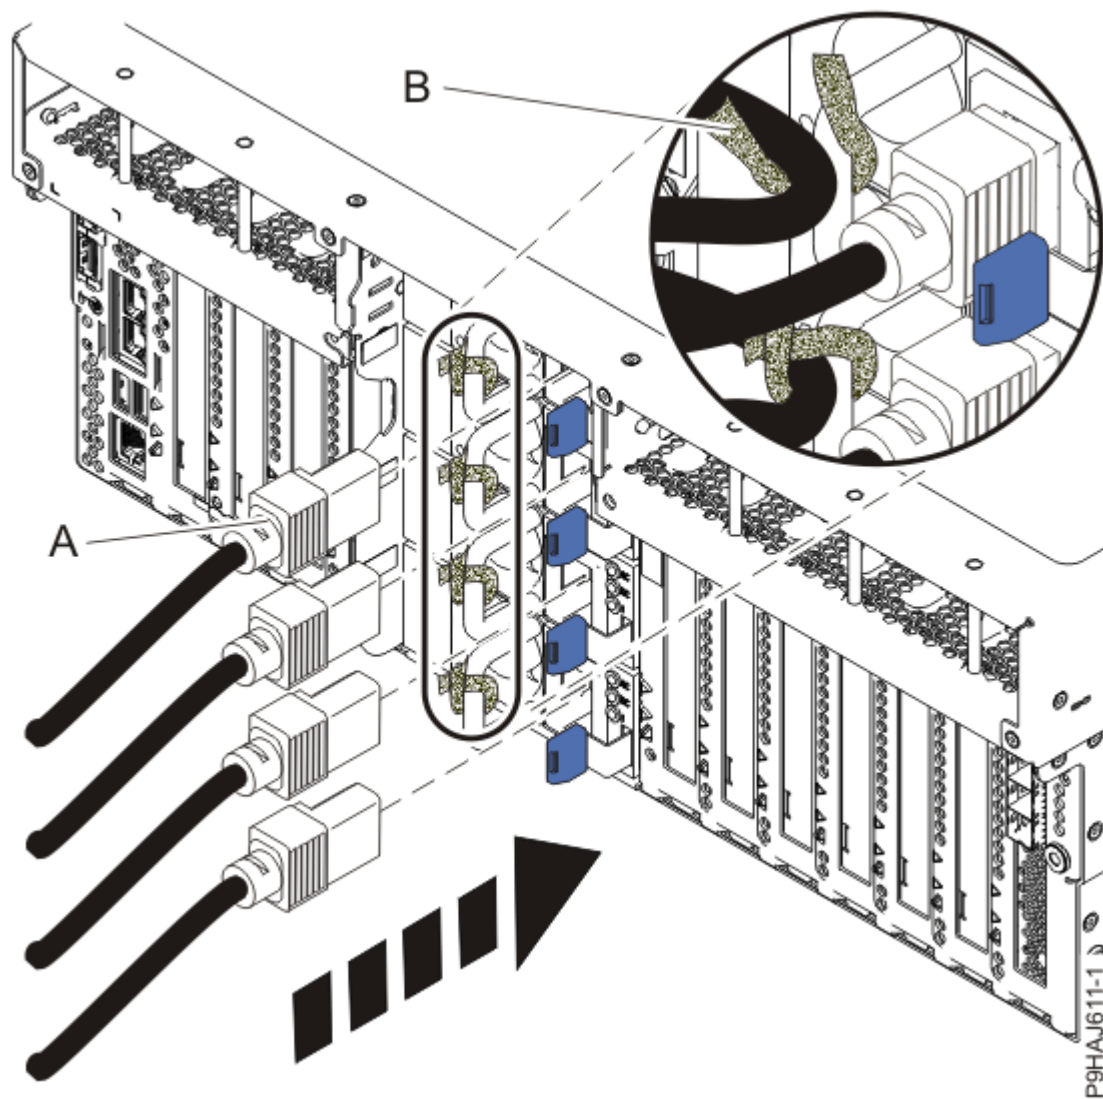
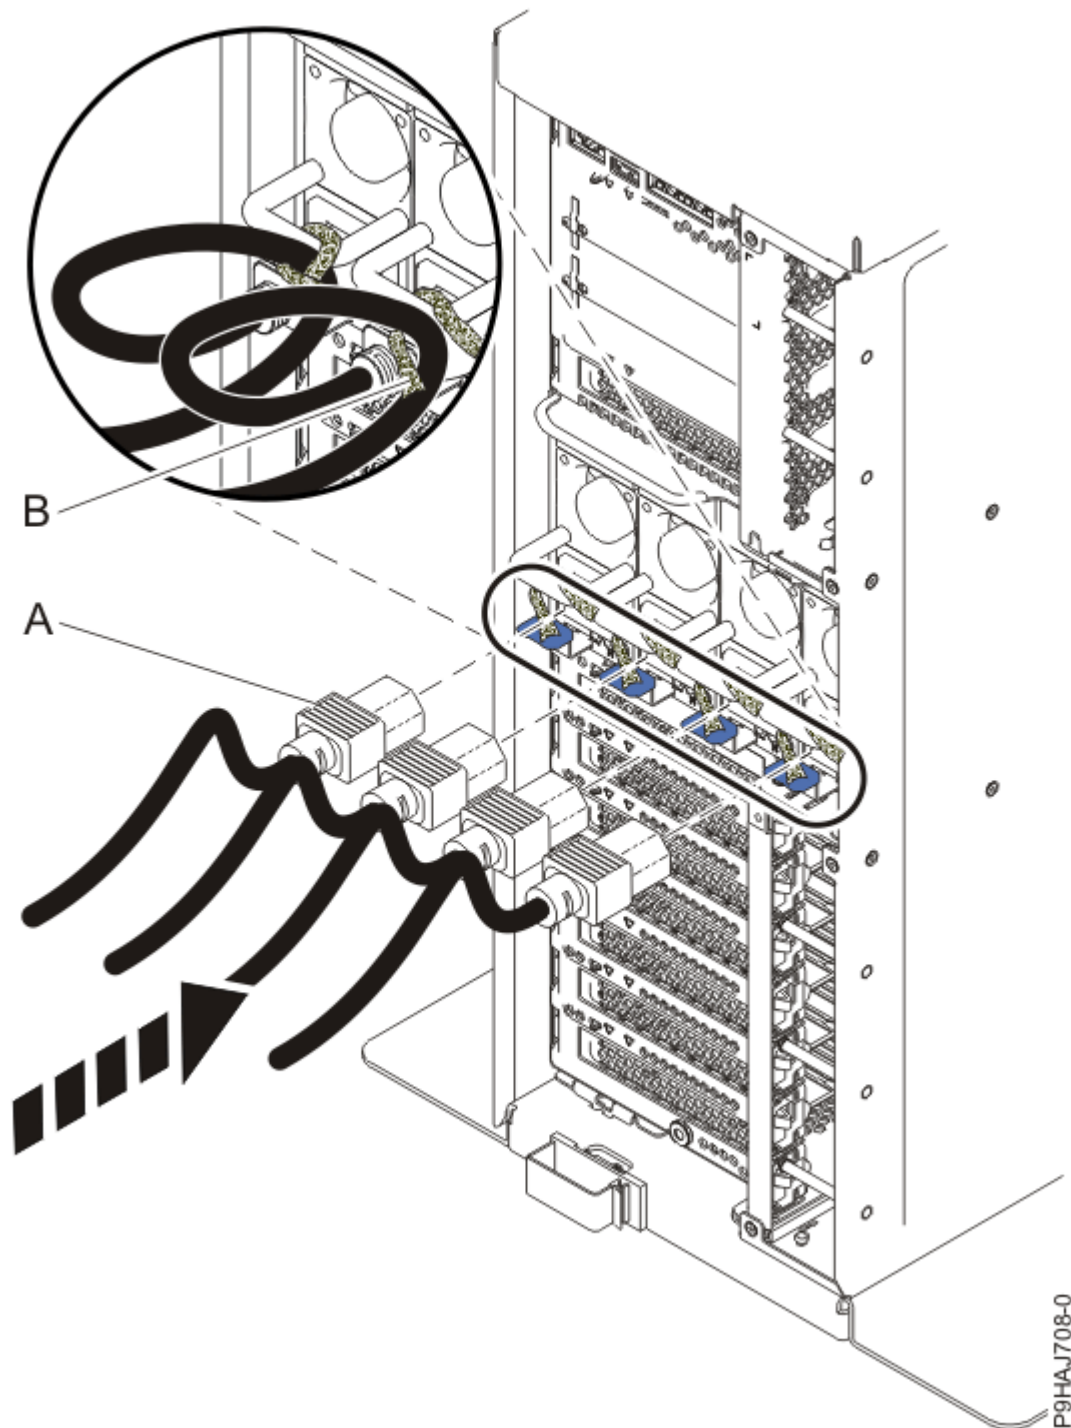

Figura 18. Conexión de los cables de alimentación a un sistema montado en bastidor
Figura 19. Conexión de los cables de alimentación a un sistema autónomo
6. Mediante las etiquetas, vuelva a conectar los cables de alimentación **(A)** a la unidad del sistema. Sujete los cables de alimentación **(A)** al sistema utilizando el mecanismo de sujeción **(B)** tal como se muestra en la Figura 18 en la página 21 o en la Figura 19 en la página 22.